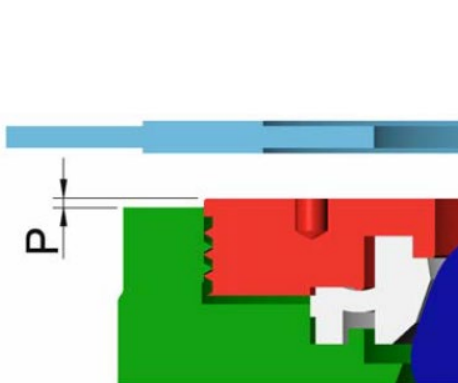

Fig 18
12.1.7 Ringholderens flydende design vil betyde, der er en afstand mellem ventilhuset anlægsflade og ringholder på ca.1mm. (P i fig 18).